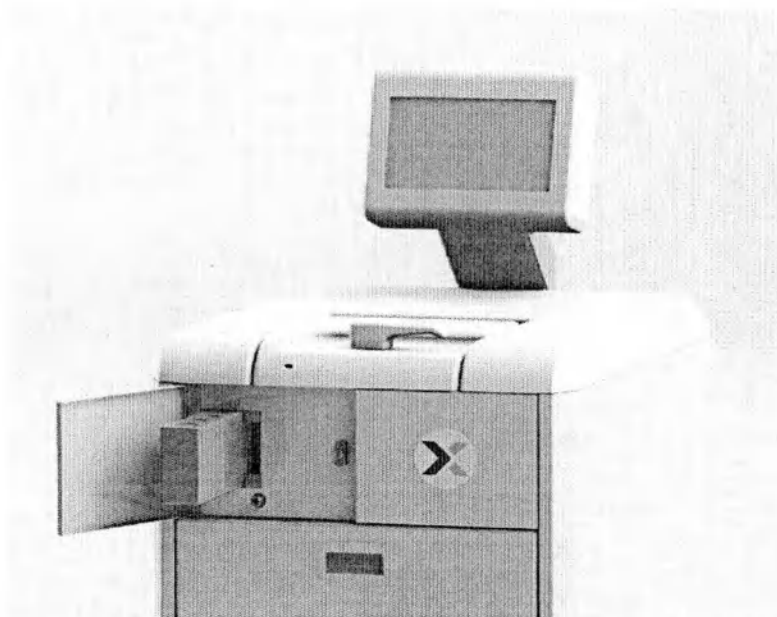
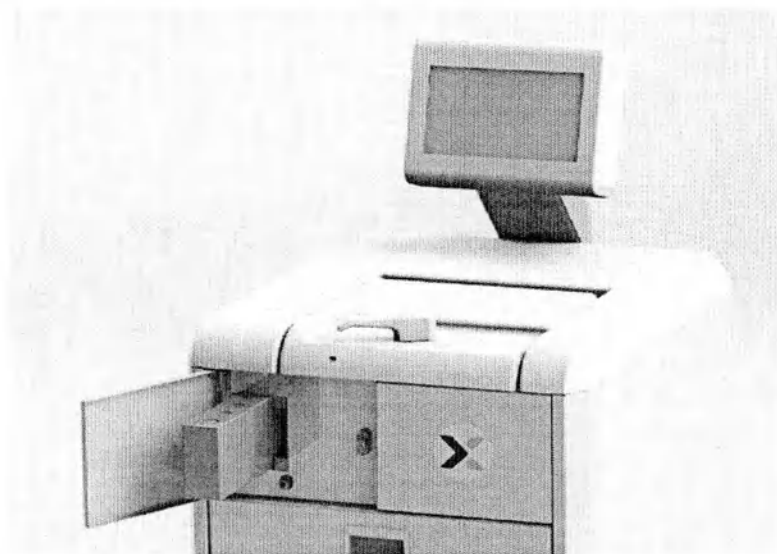

Рисунок 3.13 – RFID считыватель в варианте исполнения NX01.150
Рисунок 3.14 – RFID считыватель в варианте исполнения NX01.300
3.3.10 RFID считыватель располагается на передней панели Изделия за фирменным логотипом «Некстэлидженс» (Рисунок 3.13 и Рисунок 3.14).